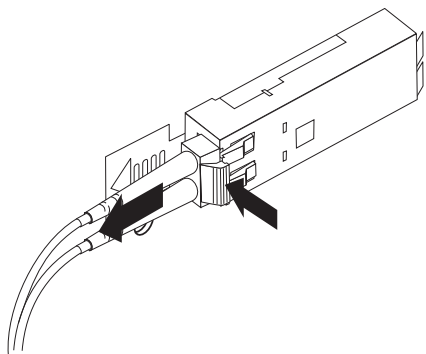

图 34. 拔出 LC-LC 光纤通道电缆
2. 如第 53 页的图 34 中所示，小心地拉出接口，从 SFP 模块拔下电缆。